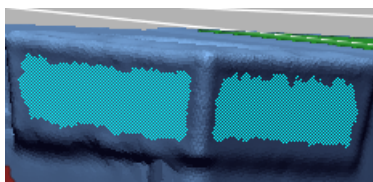
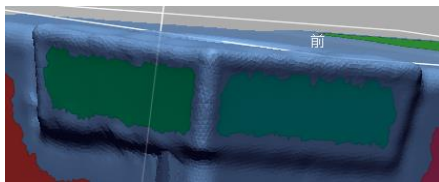

图 4.52 选择的区域
图 4.53 创建的领域
1) 点击上方工具栏延长至近似部分图标, 选择如图 4.52 所示区域, 点击菜单栏领域〉插入, 创建如图 4.53 领域。